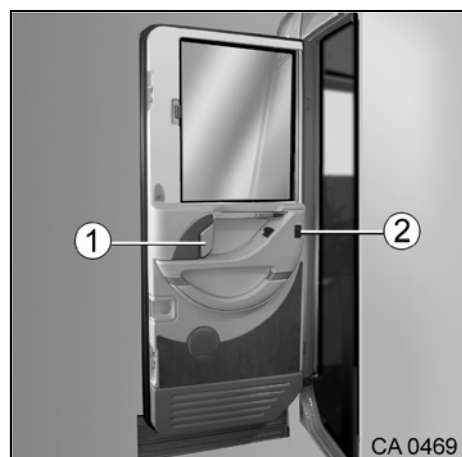

Fig. 62 Intérieur de la portière de cabine
1. Tirer sur la poignée (Fig. 62/1). Le verrou de la portière est automatiquement déverrouillé.
1. Actionner le bouton-poussoir (Fig. 62/2). La fenêtre s'ouvre/se ferme automatiquement.